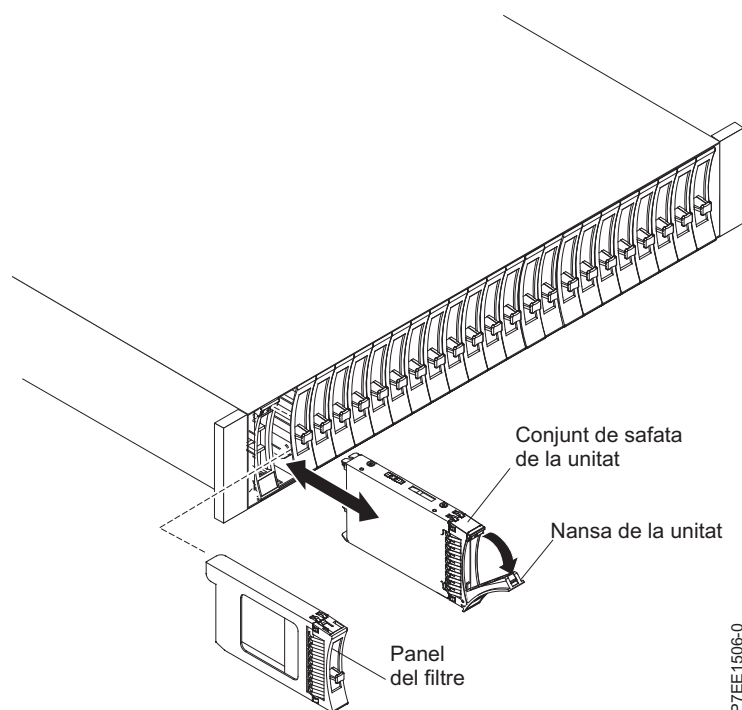

Figura 43. Extracció d'una unitat del model allotjament d'unitats de disc 5887
5. Agafeu la part frontal de la unitat i estireu-la fent-la sortir de la ranura i subjecteu bé la part inferior de la unitat, tal com es mostra a Figura 43.